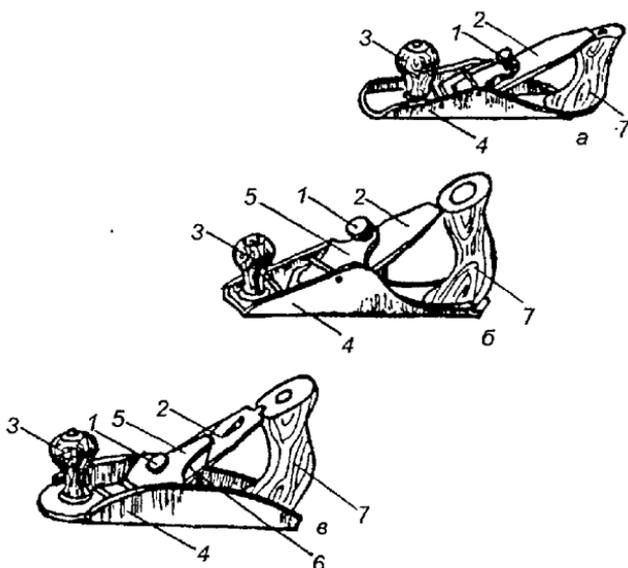
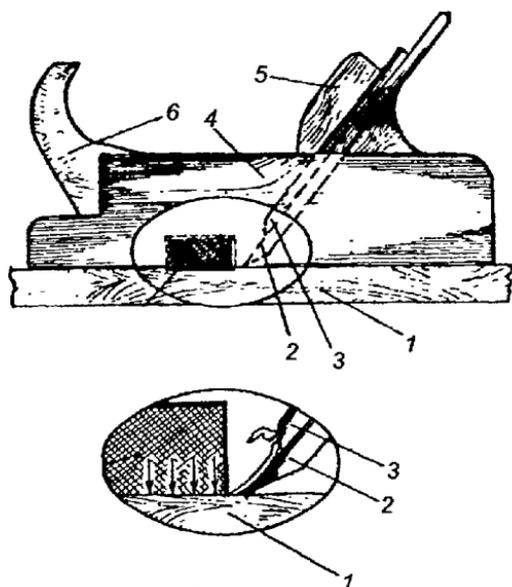
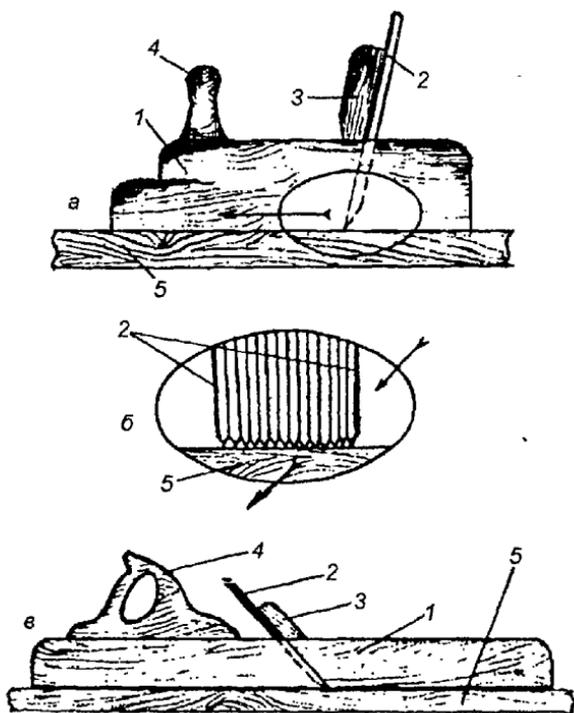

Рис. 148. Металлические рубанки
Рис. 149. Деревянный рубанок (полуфуганок)
Рис. 151. Инструменты для строгания
Принципиальное устройство деревянных и металлических рубанков одинаковое. Они одинаково подразделяются на основные типы: рубанок с оди-ночным ножом (рис. 148 б), рубанок с двойным но-жом (рис. 148 в), шерхебель (рис. 148 а), полуфуга-нок (рис. 149), фуганок (рис. 151 в), цинубель (рис. 151 а), шлифтик (то же самое, что и цинубель, но нож не зазубренный, а обычный), зензубель (рубанок с уз-ким корпусом и узким ножом).
Строение деревянного рубанка-полуфуганка. На рис. 149 представлено строение деревянного ру-банка-полуфуганка. Он состоит из корпуса (4), режу-щего ножа (2), клина (5), закрепляющего непосред-ственно нож, стружколома (3), рога (6). Нож вставля-ется в гнездо корпуса рубанка под углом 45°. Подо-шва рубанка, которая работает на истирание, имеет клейку из древесины твердых пород — бука, ясеня, граба, белой акации.
Металлические рубанки. На рис. 148 представ-лены металлические рубанки (три модификации). Они состоят из корпуса (4), в который вставлен нож (2). Нож закреплен в корпусе винтом (1). Рукоятка (3) и
Наладка. Наладка рубанков (фуганков) предполагает их разборку для извлечения ножа, затем сборку и крепление ножа. *Разборка.* Рубанок берется в левую руку, резкими ударами по торцу (хвостовому) ослабляется клин (5), после чего клин и нож легко вынимаются. После заточки нож (2) и клин (5) снова вставляют в леток и легкими ударами молотка по переднему торцу рубанка фиксируют нож. Величину выступания ножа регулируют по желанию. Лезвие должно выступать в прорезь подошвы ровно, без перекосов, в виде узкой полосы. У рубанков нож устанавливается под углом 45° , а у цинубеля (рис. 151) — под углом 80° .
Работа с фуганком. При работе с фуганком (рис. 151) правой рукой берут за ручку 4, а левой поддерживают корпус. Строгать фуганком необхо-
сировка барабана нуждается в новом регулировании. Если после прохождения электрорубанком обрабатываемая поверхность окажется некачественной, осмотрите барабан, очистите его от опилок и убедитесь, что ножи не затупились. Эти две причины (стружка и тупые ножи) и являются причиной плохой обработки поверхности. Если на поверхности образуются продольные полосы, значит, на ножах появились выщербления. При работе с электрорубанком необходимо следить за тем, чтобы все токоведущие части были надежно защищены. Соединяющий кабель не должен иметь перегибов и свободно перемещаться за инструментом. В любом случае следует изучить прилагаемую к инструменту инструкцию по технике безопасности и неукоснительно ее соблюдать. Цинубель изображен на рис. 151 а.